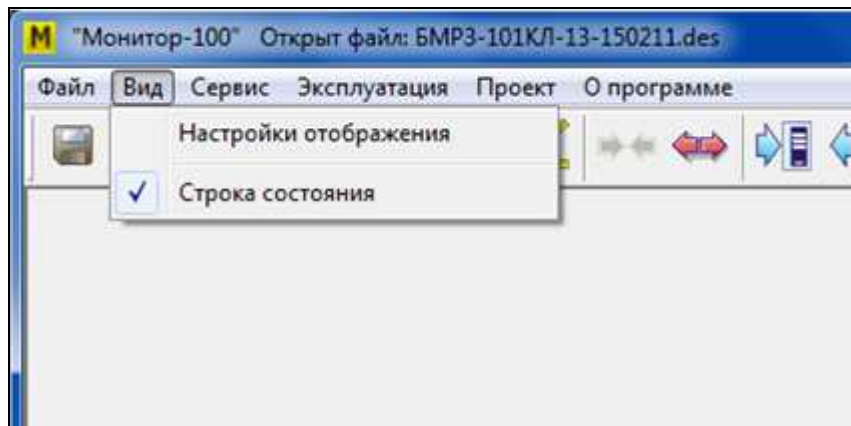

Рисунок 20
3.1.2.3 Пункт «Вид» главного меню Про «Монитор-100» содержит подпункты «Настройки отображения» и «Строка состояния» (рисунок 20).